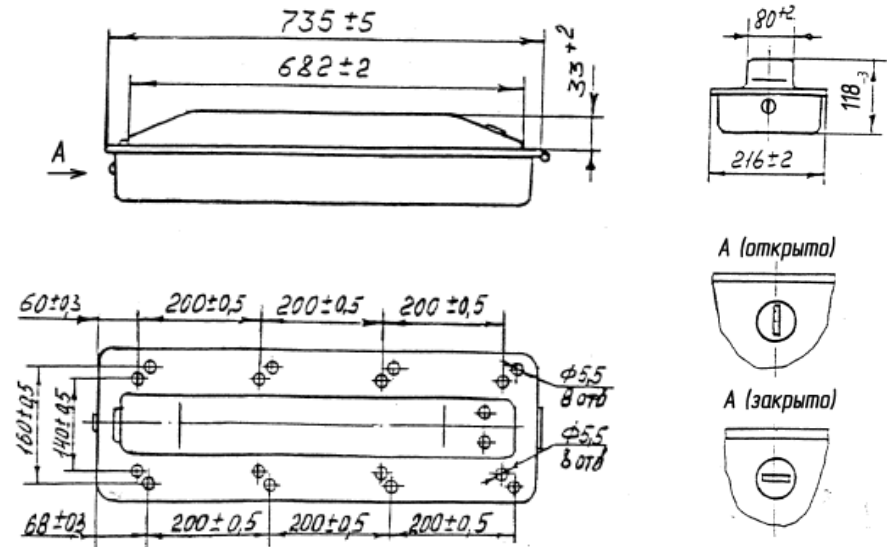

Рис.1
2.1 Светильник ЛВВ03-2x20-005 УХЛ4.2 (рисунок 1) с электронным пускорегулирующим аппаратом 2П20А58-24 АЕЦИ.675852.017 предназначены для освещения вагонов пассажирского парка локомотивной тяги и электропоездов.